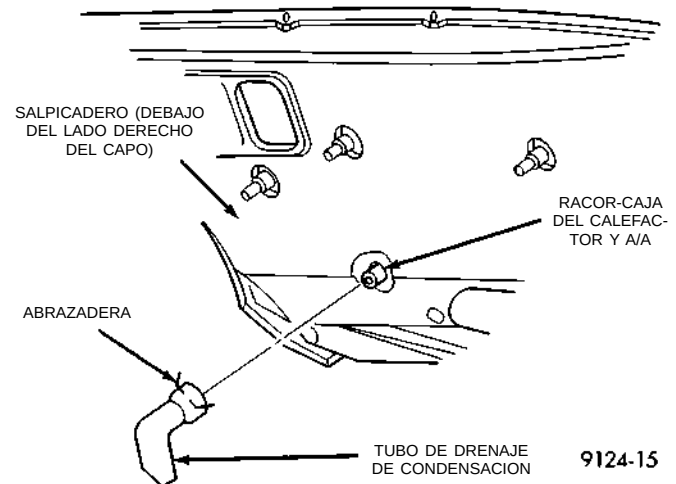

Fig. 28 Tubo de drenaje de agua condensada – Característico
- (1) Eleve el vehículo.
- (2) Localice el tubo de drenaje de goma en el lado derecho del salpicadero (Fig. 28).
- (3) Apriete la mordaza y retire el tubo de drenaje.